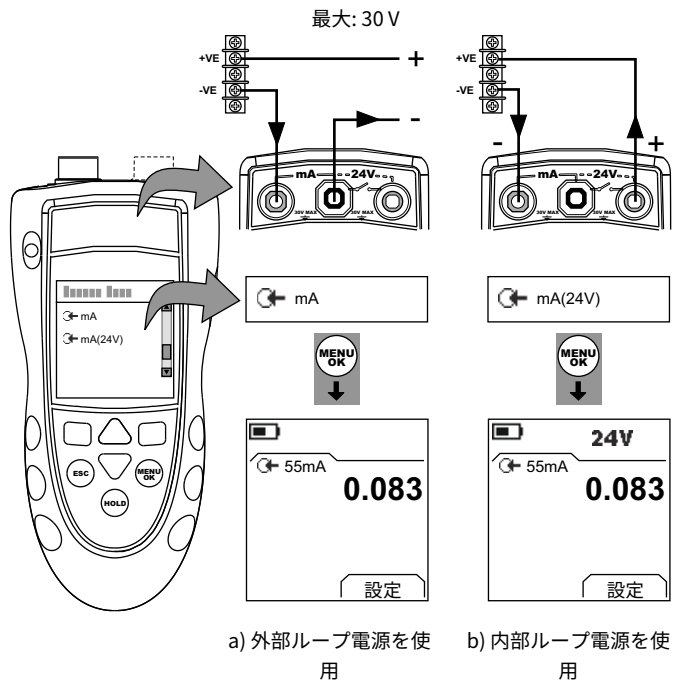

図 7: 構成例 - mA 測定
1. 本計器を接続し (図 7)、必要に応じて セットアップ (表 1) を調整します。
1. DPI 802/802P 使用時。計器を校正装置に接続します (図 7)。